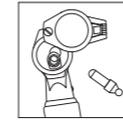

fig.4
1. Austausch der Lampe (Abb. 4)